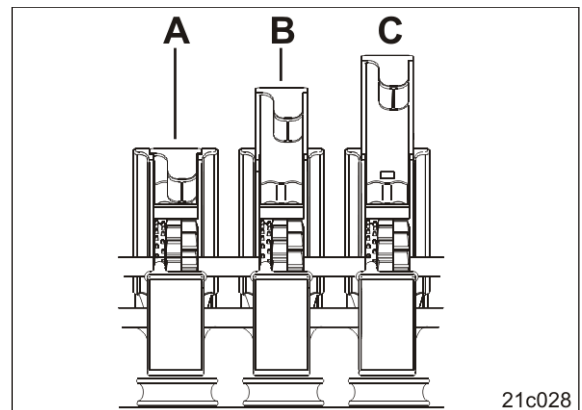

Fig. 143
2. Still inn skyvespjeldene (Fig. 143) på tabellverdien (se side 64).
Skyvespjeldene (Fig. 143) går kun i lås i en av de tre posisjonene: